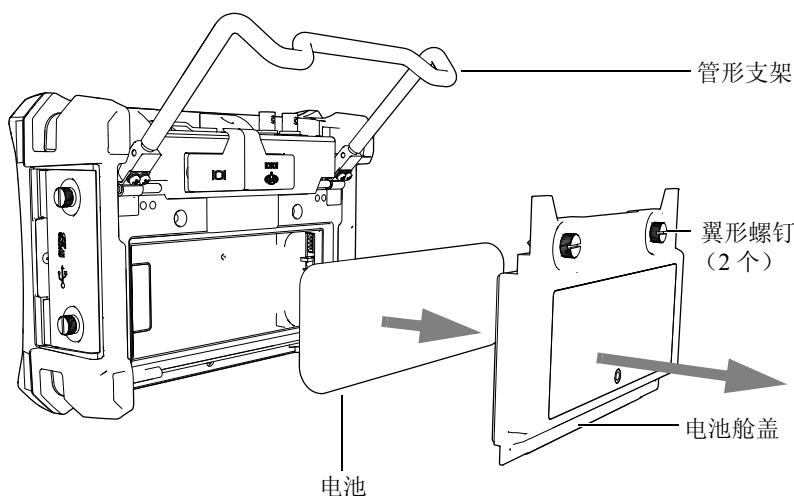

图 1-7 拆下锂离子电池
2. 拧松仪器背面上固定电池舱盖的两个翼形螺钉（参见第 23 页的图 1-7）。
3. 拆下电池舱盖（参见第 23 页的图 1-7）。
6. 盖好仪器背面的电池舱盖，然后拧紧两个翼形螺钉，完成安装步骤（参见第 23 页的图 1-7）。